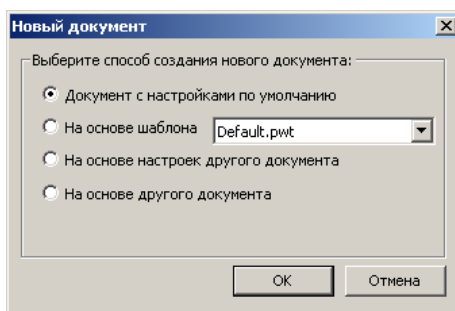

Рис. 1.5 Окно «Новый документ».
2. В открывшемся окне **«Новый документ»** (Рис. 1.5) выберите способ создания нового документа: